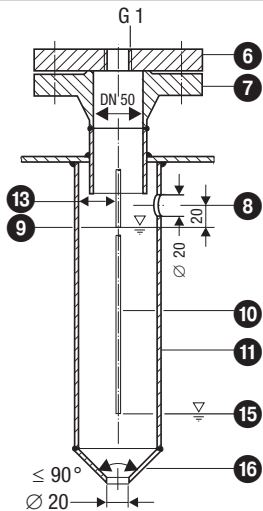

Fig. 4 Tube de protection (à fournir) pour montage à l'intérieur
- L'électrode de niveau NRG 10-52, NRG 16-52 peut être montée dans un tube de protection commun ou une bouteille extérieure (diamètre int. 100 mm) commune en association avec une électrode de niveau GESTRA, un indicateur ou un transmetteur de niveau compact. **Fig. 4 - 7**. En cas de montage à l'intérieur, l'électrode de niveau pour la limitation du niveau d'eau doit être à au moins 40 mm par rapport à l'orifice d'équilibrage supérieur.
- Le chemin de fuite électrique entre les tiges d'électrode et la masse (bride, paroi de la bouteille) ne doit pas être inférieur à 14 mm ! **Fig. 4 - 7**